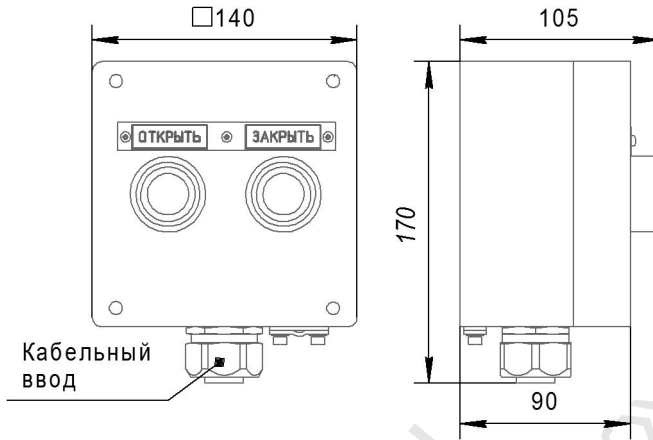

Рис. 1 – Внешний вид
1.6.9 Габаритные размеры корпуса без кабельного ввода (высота × ширина × глубина) – 140×140×105 мм (см. рис. 1а или 1б)
ПКВ (см. рис. 1) представляет собой оболочку из корпуса и крышки. Корпус и крышка соединяются невыпадающими винтами из нержавеющей стали.